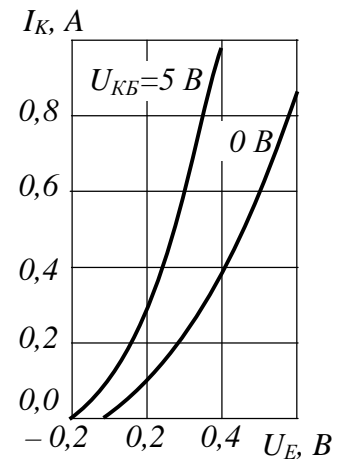

Рис. 10.6
**10.33.** За вхідною характеристикою транзистора ГТ403А у схемі із загальною базою (рис. 10.6) визначити вхідний опір змінному струму, якщо відомо, що струм емітера змінюється в межах від 0,15 до 0,35 А.
**10.34.** Використовуючи вхідну характеристику транзистора ГТ403А у схемі із загальною базою (рис. 10.6), визначити вхідний опір постійному струму для напруг 0,2; 0,4; 0,6 В.
**10.35.** Використовуючи вхідну характеристику транзистора ГТ403А, ввімкненого у схемі із загальною базою (рис. 10.6), визначити вхідний опір змінному струму при напругах  $U_E = 0,2; 0,4; 0,6$  В.